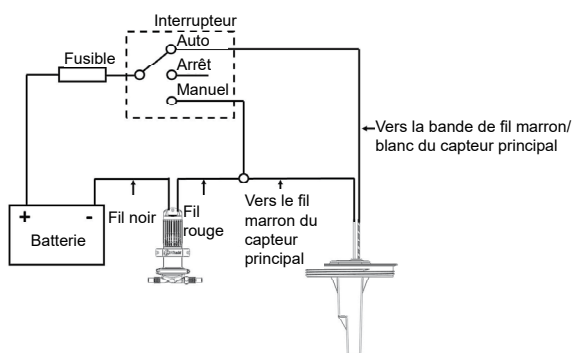
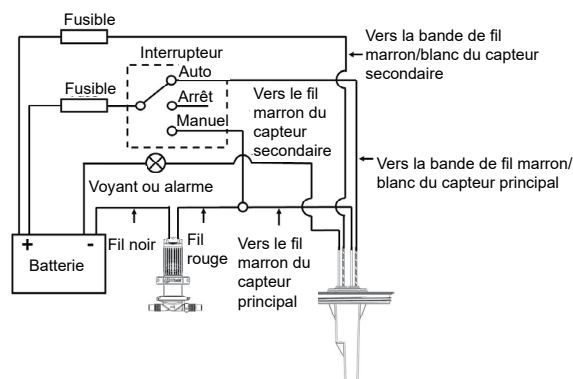

Figure 8A Schéma électrique – Pour modèles à un capteur
Figure 8B Schéma électrique – Pour modèles à deux capteurs
- **AVERTISSEMENT** : l'installation **doit** être réalisée par un électricien qualifié. Un mauvais câblage peut provoquer un feu entraînant des blessures ou la mort. Les informations suggérées concernant le câble (Figure 8A et Figure 8B) sont données à titre indicatif uniquement, et le câblage **doit** respecter les normes électriques applicables. **Installez** des fusibles ou des disjoncteurs de taille adéquate.
- Contactez l'assistance Whale +44 (0)28 9127 0531 pour obtenir des conseils spécifiques sur votre installation.
Étape 4: Câblage : Figure 8A ou figure 8B.
Mauvaise câblage	Vérifiez le câblage aux Figures 8A/8B